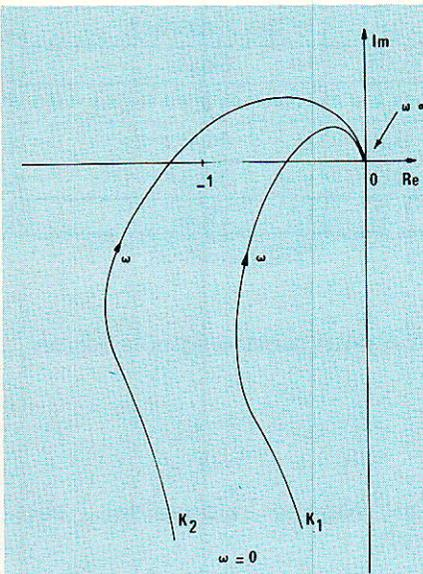
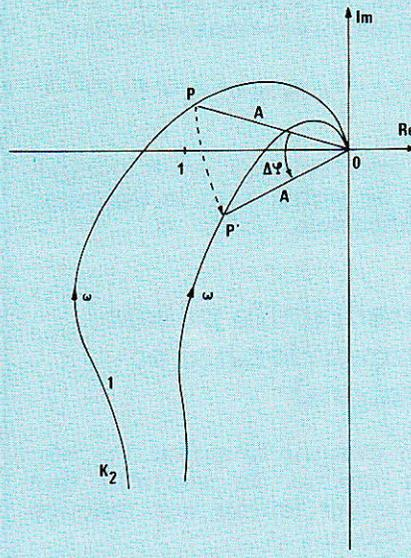

Figure 1
Figure 2
Considérons (figure 1) le diagramme de Nyquist en chaîne ouverte, d'un asservissement de type 1. Nous l'avons représenté pour deux valeurs K_1 et K_2 du gain statique K . Pour la valeur faible K_1 , le système est stable puisque, en parcourant le diagramme dans le sens des pulsations ω croissantes, on laisse à gauche le point critique $(-1, 0)$; mais il manque de précision. En augmentant à K_2 le gain statique, on gagne évidemment en précision, mais le système devient instable.
gain : la figure 2 illustre graphiquement cette opération. La courbe (1) est celle qui correspondait, en figure 1, au gain statique K_2 . Au point P , de pulsation ω grande, on effectue une avance de phase $+\Delta\varphi$, sans changer l'amplitude A .